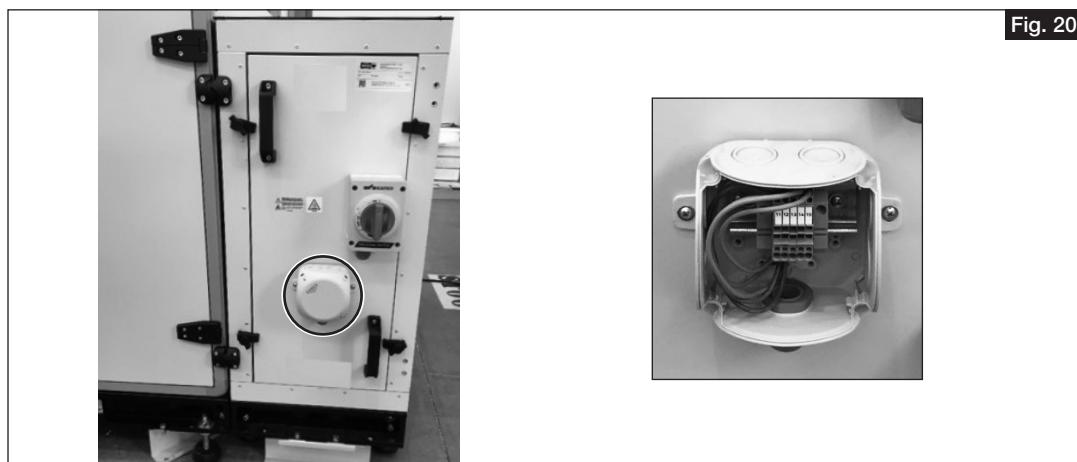

Fig. 20
9. Ouvrir le couvercle du boîtier électrique. Vérifier la section du câble utilisé pour le raccordement électrique. Raccorder les câbles aux bornes et fermer le couvercle du boîtier électrique (voir fig. 20).